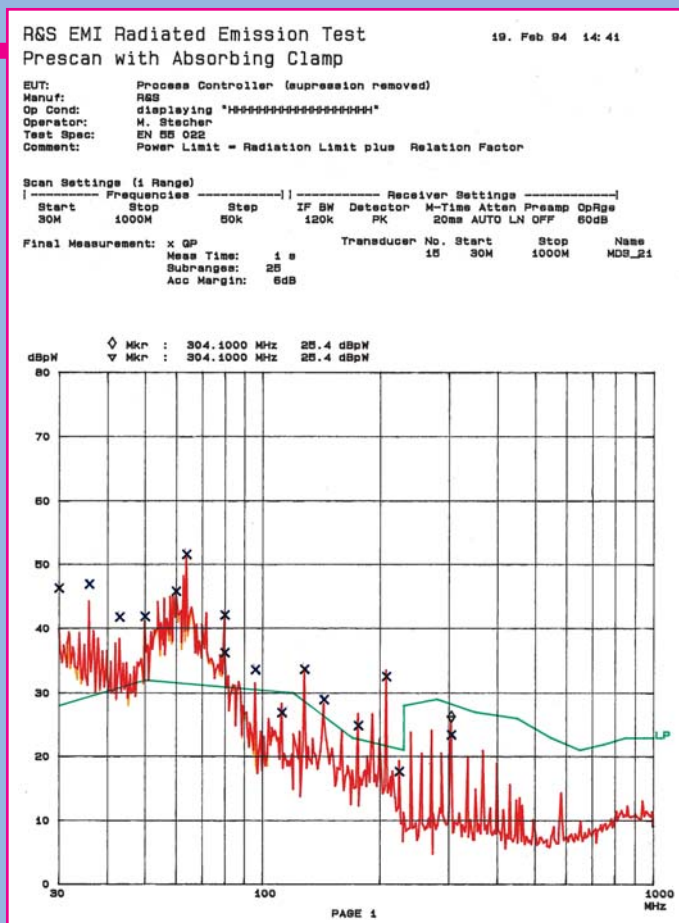
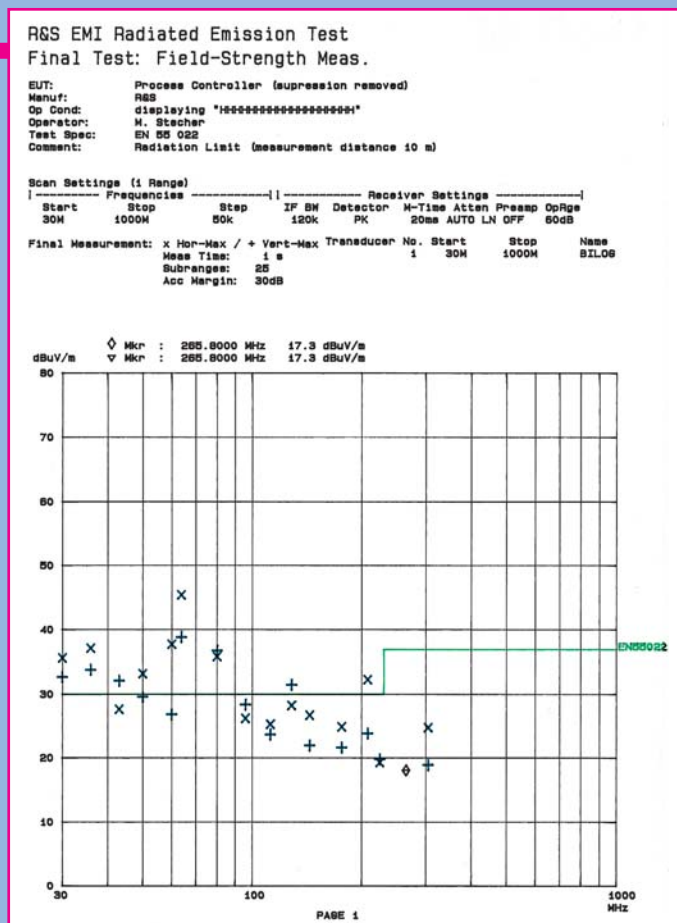

Bild 3: Störleistungsspektrum eines präparierten Prüflings, gemessen mit Meßempfänger ESVS mit Markierung der Quasi-Spitzenwerte der kritischen Frequenzen.
Bild 4: Störfeldstärke-Meßwerte desselben Prüflings wie in Bild 3 bei den kritischen Frequenzen, gemessen mit Meßempfänger ESVS.
dabei ist LF der Grenzwert der Funkstörfeldstärke (siehe Bild 4).
schlußkabel des Prüflings. Dabei dient der Wert LP als Grenzwert. Aus Sicherheitsgründen zieht man zur Festlegung des Grenzwertes kleine Werte von RF heran (siehe Bild 3). Ein frei wählbarer frequenzunabhängiger Akzeptanzoffset Δ LP/dB dient als weiterer Sicherheitsfaktor. Wenn der Prüfling eine nennenswerte Störemission aufweist, erhält man durch Datenreduktion eine Reihe von Frequenzen, bei denen der Grenzwert der Funkstörfeldstärke überschritten werden könnte (Bild 4).
2. Durchführung der Funkstörfeldstärkemessung auf den kritischen Frequenzen mit Variation der drei Parameter Antennenpolarisation, Antennenhöhe und Prüflingsazimut. Bei der Anordnung mit maximaler Feldstärke ist die Messung mit einem Quasi-Spitzenwert-Gleichrichter durchzuführen, weil alle bekannten Normen zur Funkstörfeldstärkemessung diesen Gleichrichter vorschreiben (Bild 4).